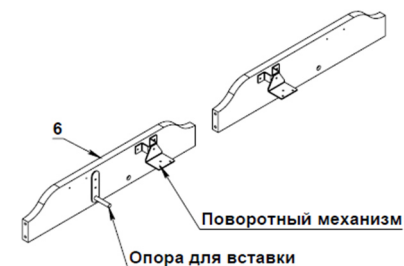

Рисунок 3.
3. Прикрутить поворотные механизмы и опору для вставки столешницы с помощью саморезов 4,2x13 к внутренним боковинам (6). (Рис. 3)